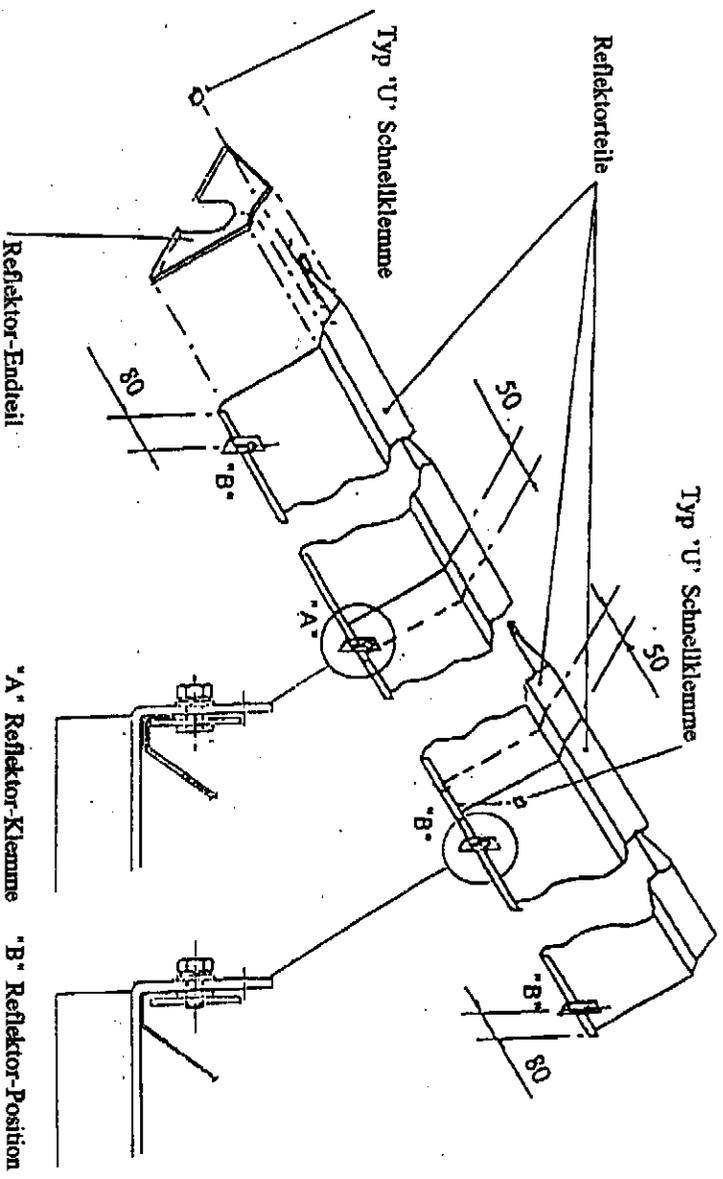

Abb. 20
- 4.4.7 Legen Sie zwei der Reflektorteile auf die Aufhängenvorrichtungen und zwar so, daß ihre äußeren Kanten von der äußeren Aufhängenvorrichtung 80mm überhängen (siehe Abb. 20 unten). Legen Sie das dritte Reflektorteil über die beiden zuvor positionierten Reflektorteile, so daß an jedem Ende ein Überhang von 50mm entsteht. Klemmen Sie das erste und das zweite Reflektorteil da wo sie überlappen an die zweite Aufhängenvorrichtung, (von der Kontrollbox), unter Gebrauch von zwei Befestigungsschrauben und M6 Satzschrauben und Dichtungsringen (Befestigungspaket). Sichern Sie das äußere Ende des Mittelreflektorteiles zum Reflektorteil am Ventilatoreinheitende des Gerätes, unter Gebrauch von zwei U-Typ Schnellklammern (aus dem Befestigungspaket) wie in Abb. 20 dargestellt. Schrauben Sie die restlichen (6) Befestigungsschrauben an jede der anderen Aufhängenvorrichtungen um einen Platz für die Reflektorteile zu beschaffen, wie in Abb. 20 gezeigt.
**4.4.8** Platzieren Sie ein Reflektorenderteile über die Strahlerröhren und in ein Ende des Reflektorteils, so daß das Endeifflansch mit dem Ende des Reflektorteiles händig ist. Sichern Sie das Reflektorenderteil an dem Reflektorteil unter Gebrauch von 6 gelieferten U-Typ Schnellklemmen (Befestigungspaket); 2 Klammern pro Facette des Reflektorteiles, wie in Abb. 20 oben gezeigt.